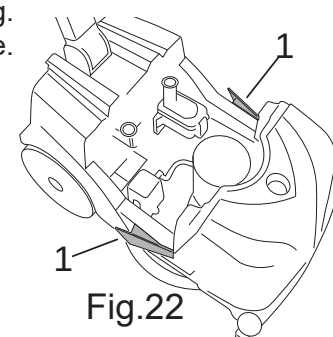

Fig.22
- Appuyer sur les deux leviers de déverrouillage du réservoir (Fig. 22 - Rep. 1), retirer le réservoir de récupération et le poser par terre.